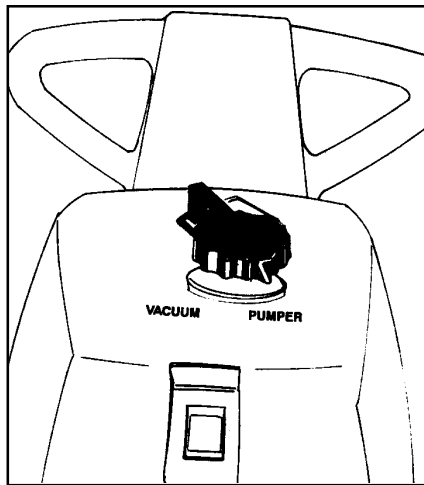

Figure 4
3. When cleanup is complete, empty the liquid by turning the knob on the cover to "Pumper". See figure 4.
3. Lorsque le nettoyage est terminé, videz le réservoir en tournant le bouton situé sur le dessus de l'ensemble d'aspiration sur la mention "pumper". (Voir figure 4)